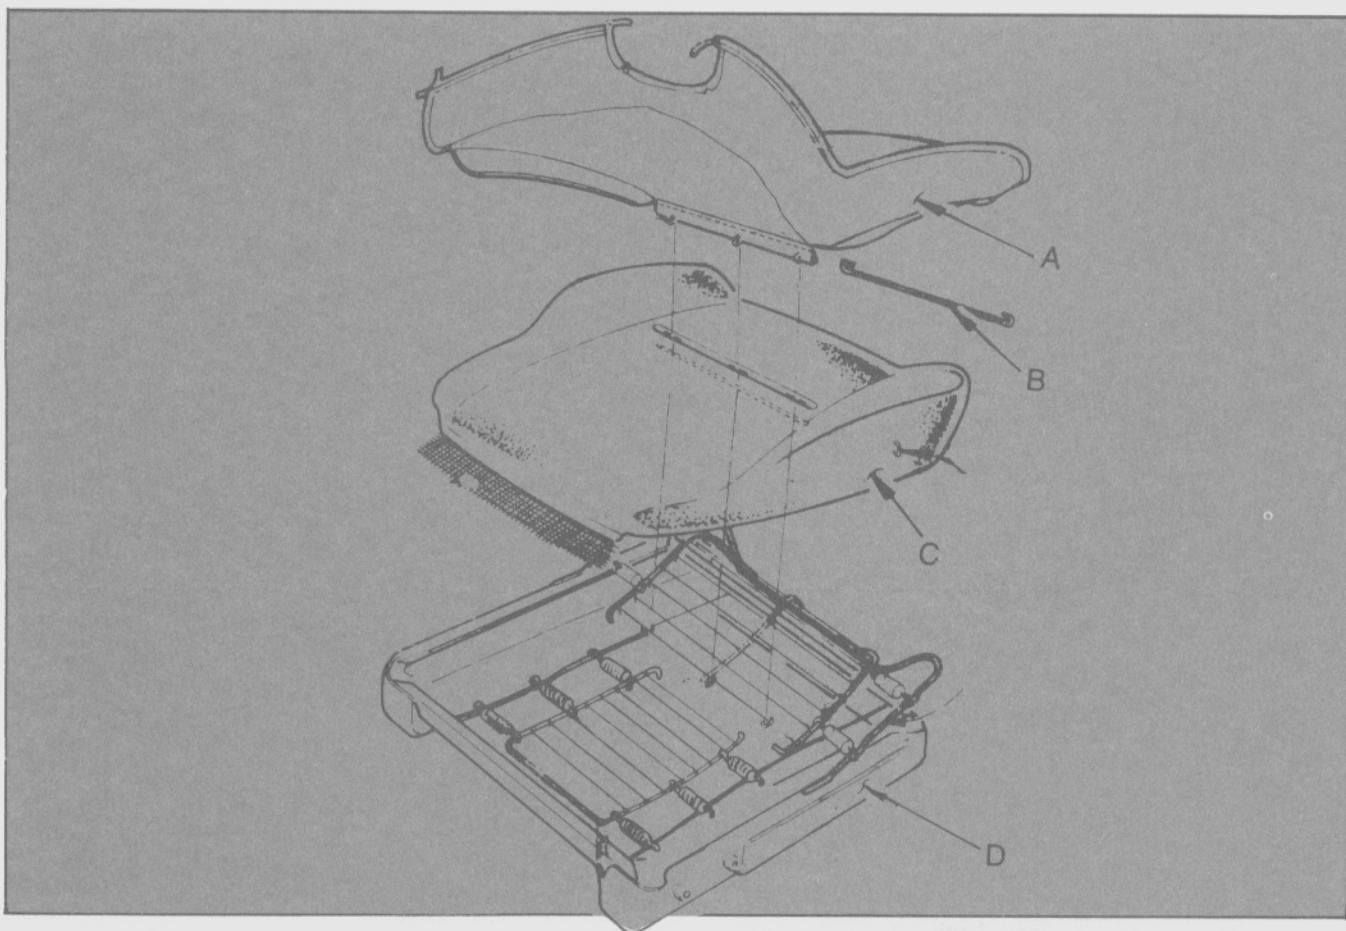

Fig. 32 - Tapizado de asiento delantero
B. ASIENTO. REEMPLAZO DE FUNDA (Fig. 32)
- Utilizando el alicate, retirar los clips de retención (3) de la varilla transversal al bastidor.